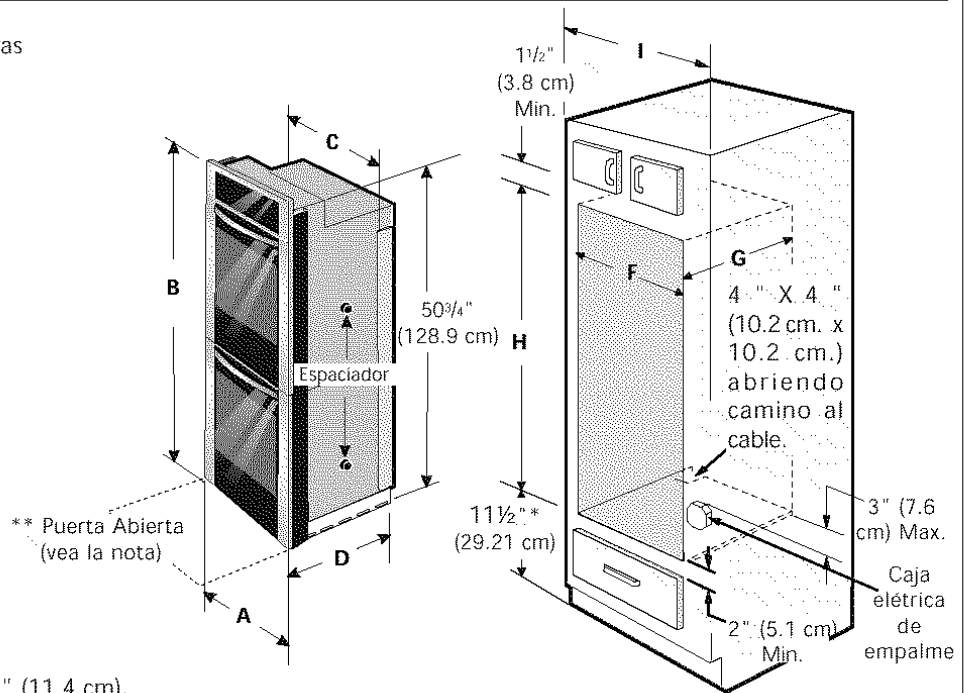

Figura 1
El primer paso para su instalación debe de ser el de medir las dimensiones de la apertura y compararlas con las que se indican en el cuadro de dimensiones del hueco de la figura 1. Posiblemente encontrará que algún trabajo de carpintería será necesario.
Consulte la Figura 1 para conocer las dimensiones pertinentes al modelo de su horno y al espacio necesario en el que poner el horno. La superficie donde se va a apoyar el horno debe de ser de madera contrachapada sólida u otro material similar y, sobre todo, la superficie tiene que estar a nivel, de lado a lado, y de atrás hacia adelante.
2. Este electrodoméstico debe conectarse a la caja de fusibles (o de cortacircuito), por medio de un cable blindado flexible o un cable con forro no metálico. El cable blindado flexible que va desde el electrodoméstico debe de estar conectado directamente a la caja de empalme. La caja de empalme debe de estar localizada en el lugar que se indica en la Figura 1 o 2, dejando tanto exceso de cable como sea posible entre la caja y el electrodoméstico, de forma que así el electrodoméstico se pueda mover fácilmente, si fuera necesario para hacer una reparación.